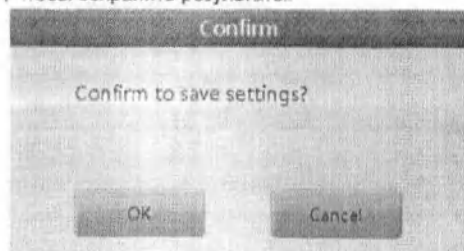

Рис. 3-7
- d) После изменения нажмите "Return", чтобы появилось диалоговое окно, как на рис. 3-7; чтобы отменить изменения, нажмите "Cancel" или "OK", чтобы сохранить результаты.